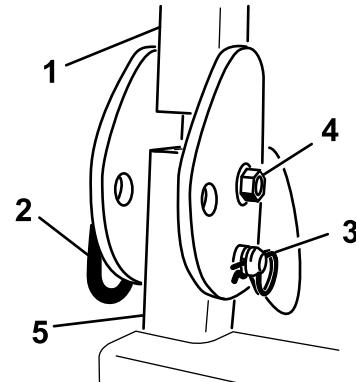

図4
- 保護バーについているヘアピンコッターを外して、ついているピン(2本)を抜き取る(図4)。
2. 保護バーを立て、ピン2本で固定し、ピンが外れないようにヘアピンコッターで固定する(図4)。